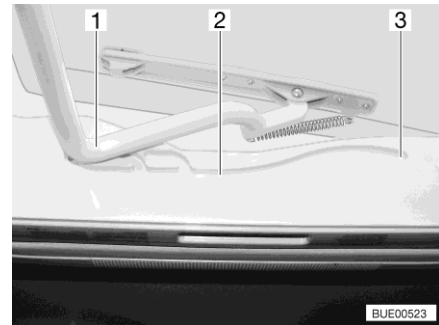

Bild 108 Spår (Heki-taklucka)
- Dra in bygeln (Bild 108,1) i spåret (Bild 108,2) till den bakersta positionen (Bild 108,3).
- Tryck bygeln (Bild 108,1) lätt uppåt med båda händerna.
- Drag bygeln till önskad position i spåret (Bild 108,2).